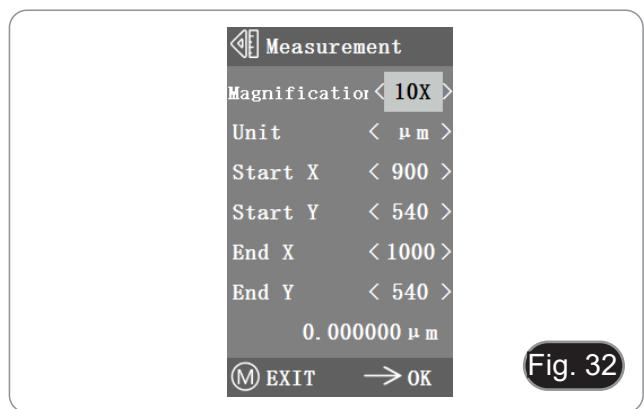

Fig. 32
- 3. Mover el punto inicial y final de la posición X e Y pulsando \leftarrow y \rightarrow : la longitud de la medición se muestra en tiempo real. (Fig. 32)